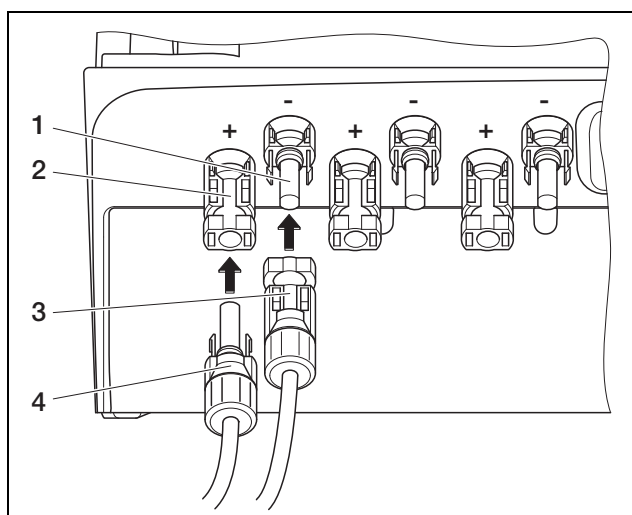

Figura 20: Conectar el String fotovoltaico
- Inserte los conectores del String fotovoltaico hasta que encajen en la contrapieza correspondiente del inversor (figura 20).